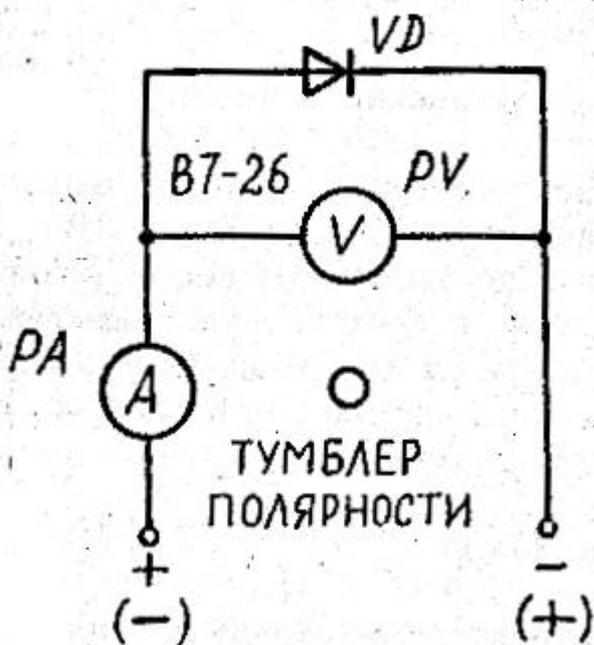

Рис. 2. Схема для снятия вольт-амперной характеристики диода
7. В соответствии с рис. 2 подключить приборы к макету и собрать схему для снятия прямой ветви вольт-амперной характеристики диода. Для измерения тока использовать миллиамперметр. Тумблер переключения полярности поставить в левое положение, при этом на анод диода поступает (+), а на катод (-).